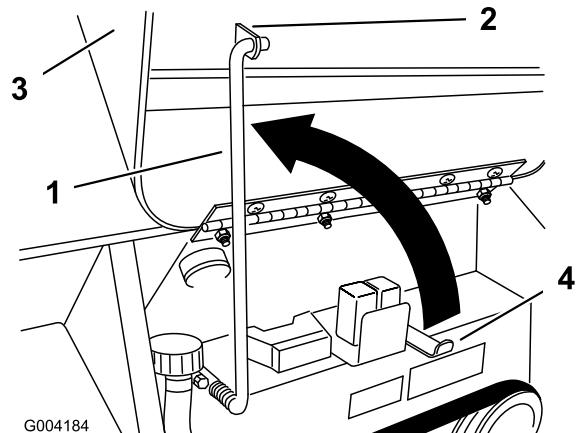

Figura 17
3. Suba la varilla de soporte y engáñchela en el soporte del capó (Figura 17).